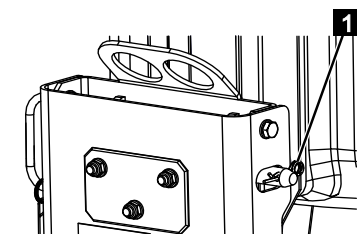

Fig. 109
4. Bloquez la goupille de verrouillage avec la goupille fendue à ressort (Fig.109/1).